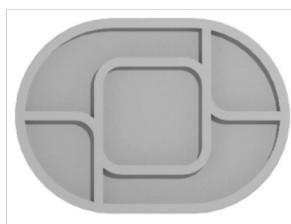

Рисунок 7 –Зразок відбитка пломби-заглушки заводу-виробника
7.4 Зразок відбитка пломби-заглушки заводу-виробника подано на Рисунок 7.